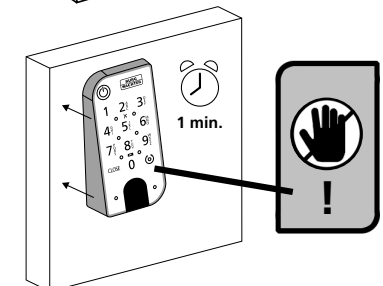

Fig. 9
④ Presione el teclado contra la pared durante aproximadamente un minuto (Fig. 9).